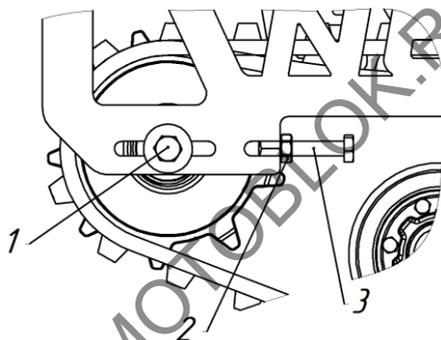

Рис.7. Натяжение гусеницы
- ослабьте болты крепления заднего вала с двух сторон (рис.7 поз.1).
- ослабьте гайки фиксации болта натяжителя с двух сторон (рис.7 поз.2).
- отрегулируйте натяг гусеницы с помощью болтов натяжителя (рис.7 поз.3). Оба болта необходимо закручивать на одинаковые расстояния.
- затяните гайки фиксации болта натяжителя (рис.7 поз.2).
- затяните болты крепления заднего вала (рис.7 поз.1).